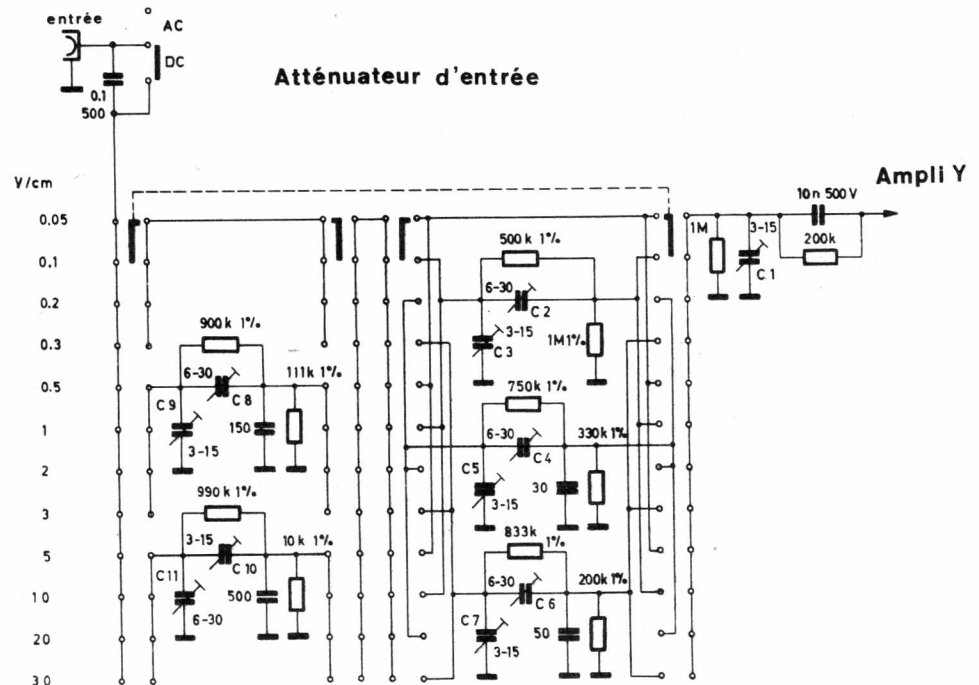

Fig. 2
a) L'atténuateur d'entrée (fig. 2) :